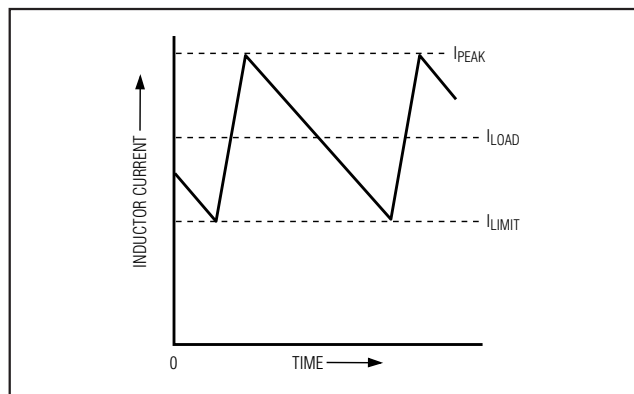

図4. 「谷(valley)」電流制限のスレッショルドポイント
電流制限回路は独特の「谷(valley)」電流検出アルゴリズムを採用しています(図4)。CSにおける電流検出電圧の大きさが電流制限スレッシュホールドを超えると、PWMは新しいサイクルを開始することが許されません。実際のピーク電流はインダクタのリップル電流に等しい量だけ電流スレッシュホールドよりも大きくなります。したがって、正確な電流制限特性および最大負荷能力は、検出抵抗、インダクタの値、およびバッテリー電圧の関数です。
- 1) V_{IN} が小さく、 V_{OUT} が大きく、そして負荷電流が最大の条件において最小の(谷)インダクタ電流 $I_{L(MIN)}$ を決定してください。最小のインダクタ電流は I_{LOAD} からリップル電流の半分を差し引いたものです(図4)。